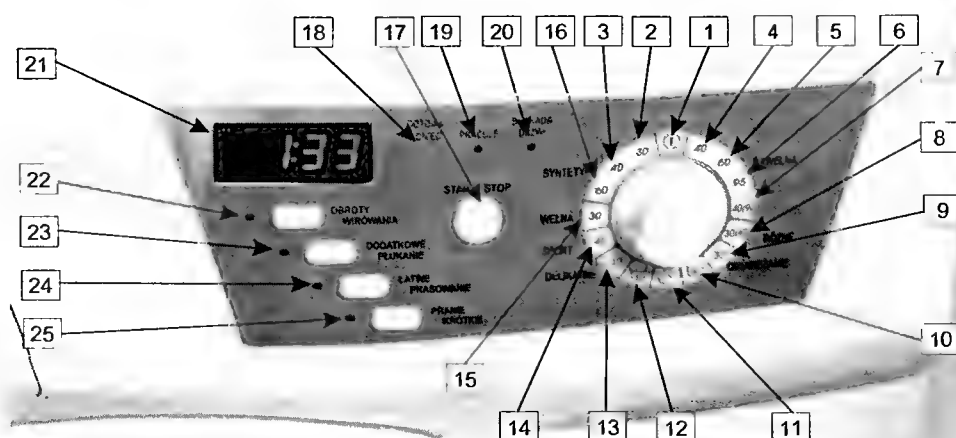

Рис. 4.2.1. Передняя панель СМ HANSA серии PC
- устанавливают переключатель программ в положение 1 (рис. 4.2.1);
- последовательно устанавливают ручку выбора программ в любое из положений 4—11 (см. рис. 4.2.1), причем, положение 4 соответствует последнему коду ошибки, 5 — предпоследнему и т. д.;
Следует отметить, что в серии РС СМ HANSA имеются две линейки — «Optimum» и «Comfort». Они отличаются набором функций и некоторыми техническими характеристиками, а внешне — отсутствием у первой линейки индикатора 21 (см. рис. 4.2.1), а также назначением некоторых кнопок. Так как расположение элементов управления у обеих линеек СМ идентично (кроме индика-
В линейке «Comfort» код ошибки отображается на индикаторе 21 в виде буквы «Е» и двузначного цифрового значения (Ехх), а «Optimum» — в виде комбинаций свечения индикаторов 22-25 (рис. 4.2.1), расположенных рядом с функциональными кнопками.